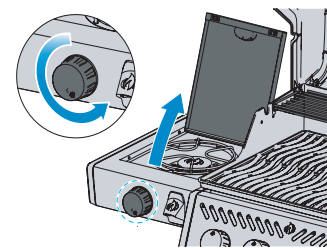

Fig. 2
5. Se il bruciatore non si accende, ruotare la manopola di comando del bruciatore in senso orario in posizione OFF. Attendere 5 minuti. Ripetere i passaggi 3 e 4. (Fig. 2)